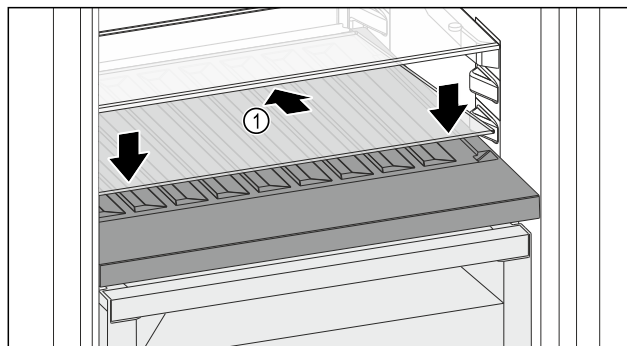

Fig. 129
- Posizionare il ripiano di vetro Fig. 129 (1) inclinato indietro e verso il basso.
- Abbassare la parte anteriore del ripiano di vetro Fig. 129 (1).